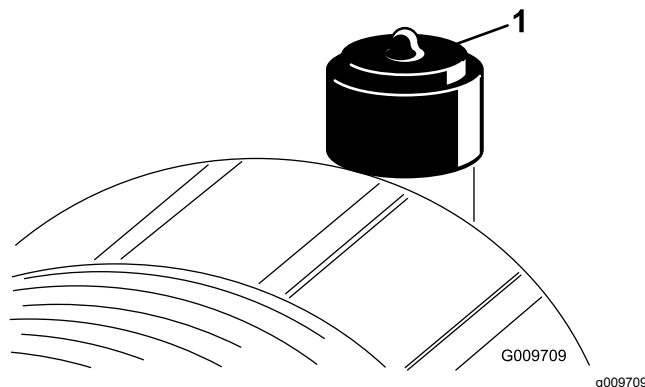

Figura 52
Effettuate la manutenzione del filtro dell'aria quando l'indicatore (Figura 52) lo richiede. Sostituendo il filtro dell'aria prima del necessario si aumenta il rischio che la morchia penetri nel motore quando si toglie il filtro.
2. Se la spia (Figura 52) è rossa, resettatela.